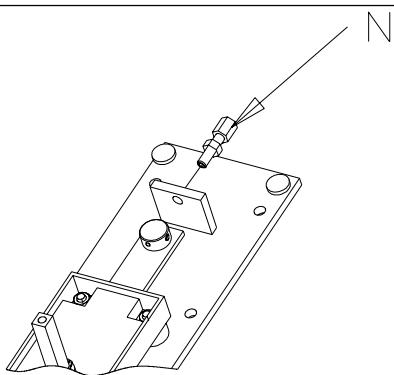

Fig. 5
- 5) Avvitare il registro **N** nell'apposito foro, Fig.5.
- 5) Screw adjuster **N** in the appropriate hole, Fig.5.
- 5) Visser le dispositif de réglage **N** dans le trou spécifique, Fig.5.
- 5) Atornille el registro **N** en el correspondiente orificio, Fig.5.
- 5) Die Einstellschraube **N** in der entsprechenden Öffnung festschrauben, Abb. 5.